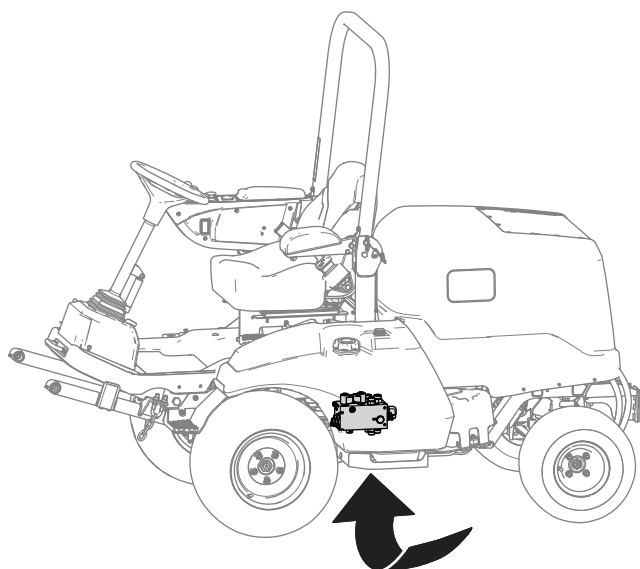

Figure 7
- A. Placez un bac de vidange sous le collecteur hydraulique (montré à la Figure 7).